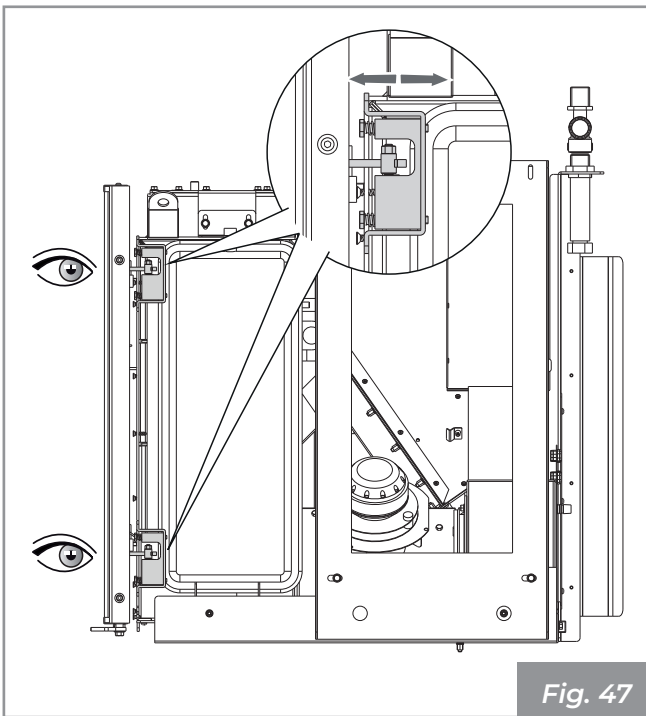

Fig. 47
- Verificar el correcto funcionamiento de los muelles de bloqueo de la puerta (**Fig. 47**).